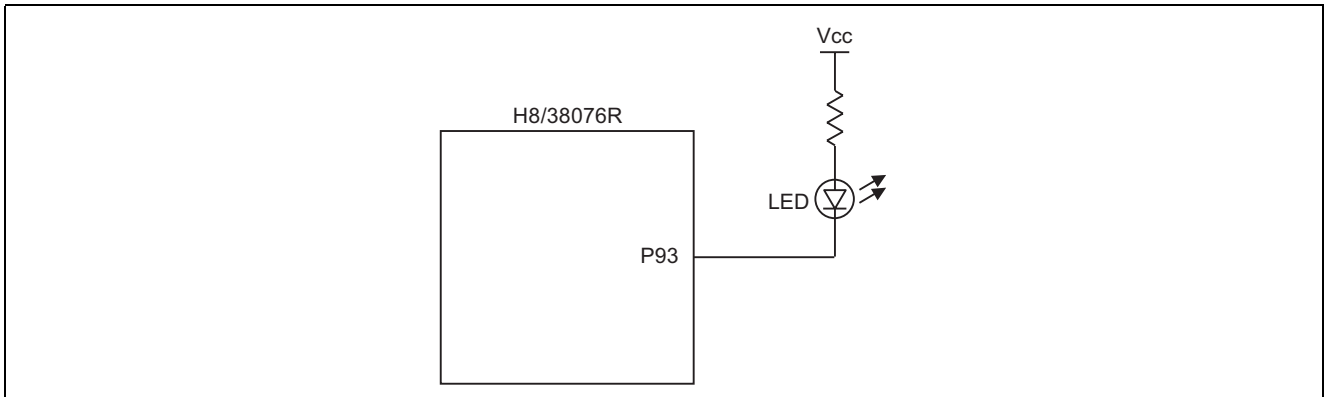

図 1 TPU コンペアマッチ機能による周期動作例
- 図 1 に TPU コンペアマッチ機能による周期動作例を示します。